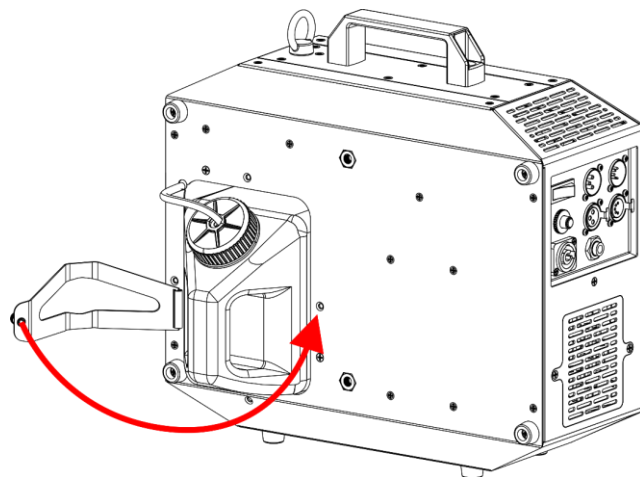

Abb. 23
18) Drehen Sie die **Halterung für den Flüssigkeitstank (03)**, wie in Abb. 23 gezeigt.